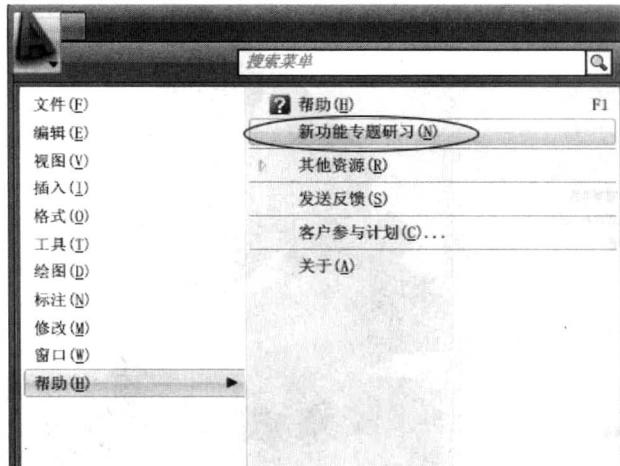

图 1-1 菜单浏览器中的“帮助”菜单
(1) 在 AutoCAD 2009 界面中单击  按钮，打开菜单浏览器。
(2) 从菜单浏览器的如图 1-1 所示的“帮助”菜单中选择“新功能专题研习”命令。